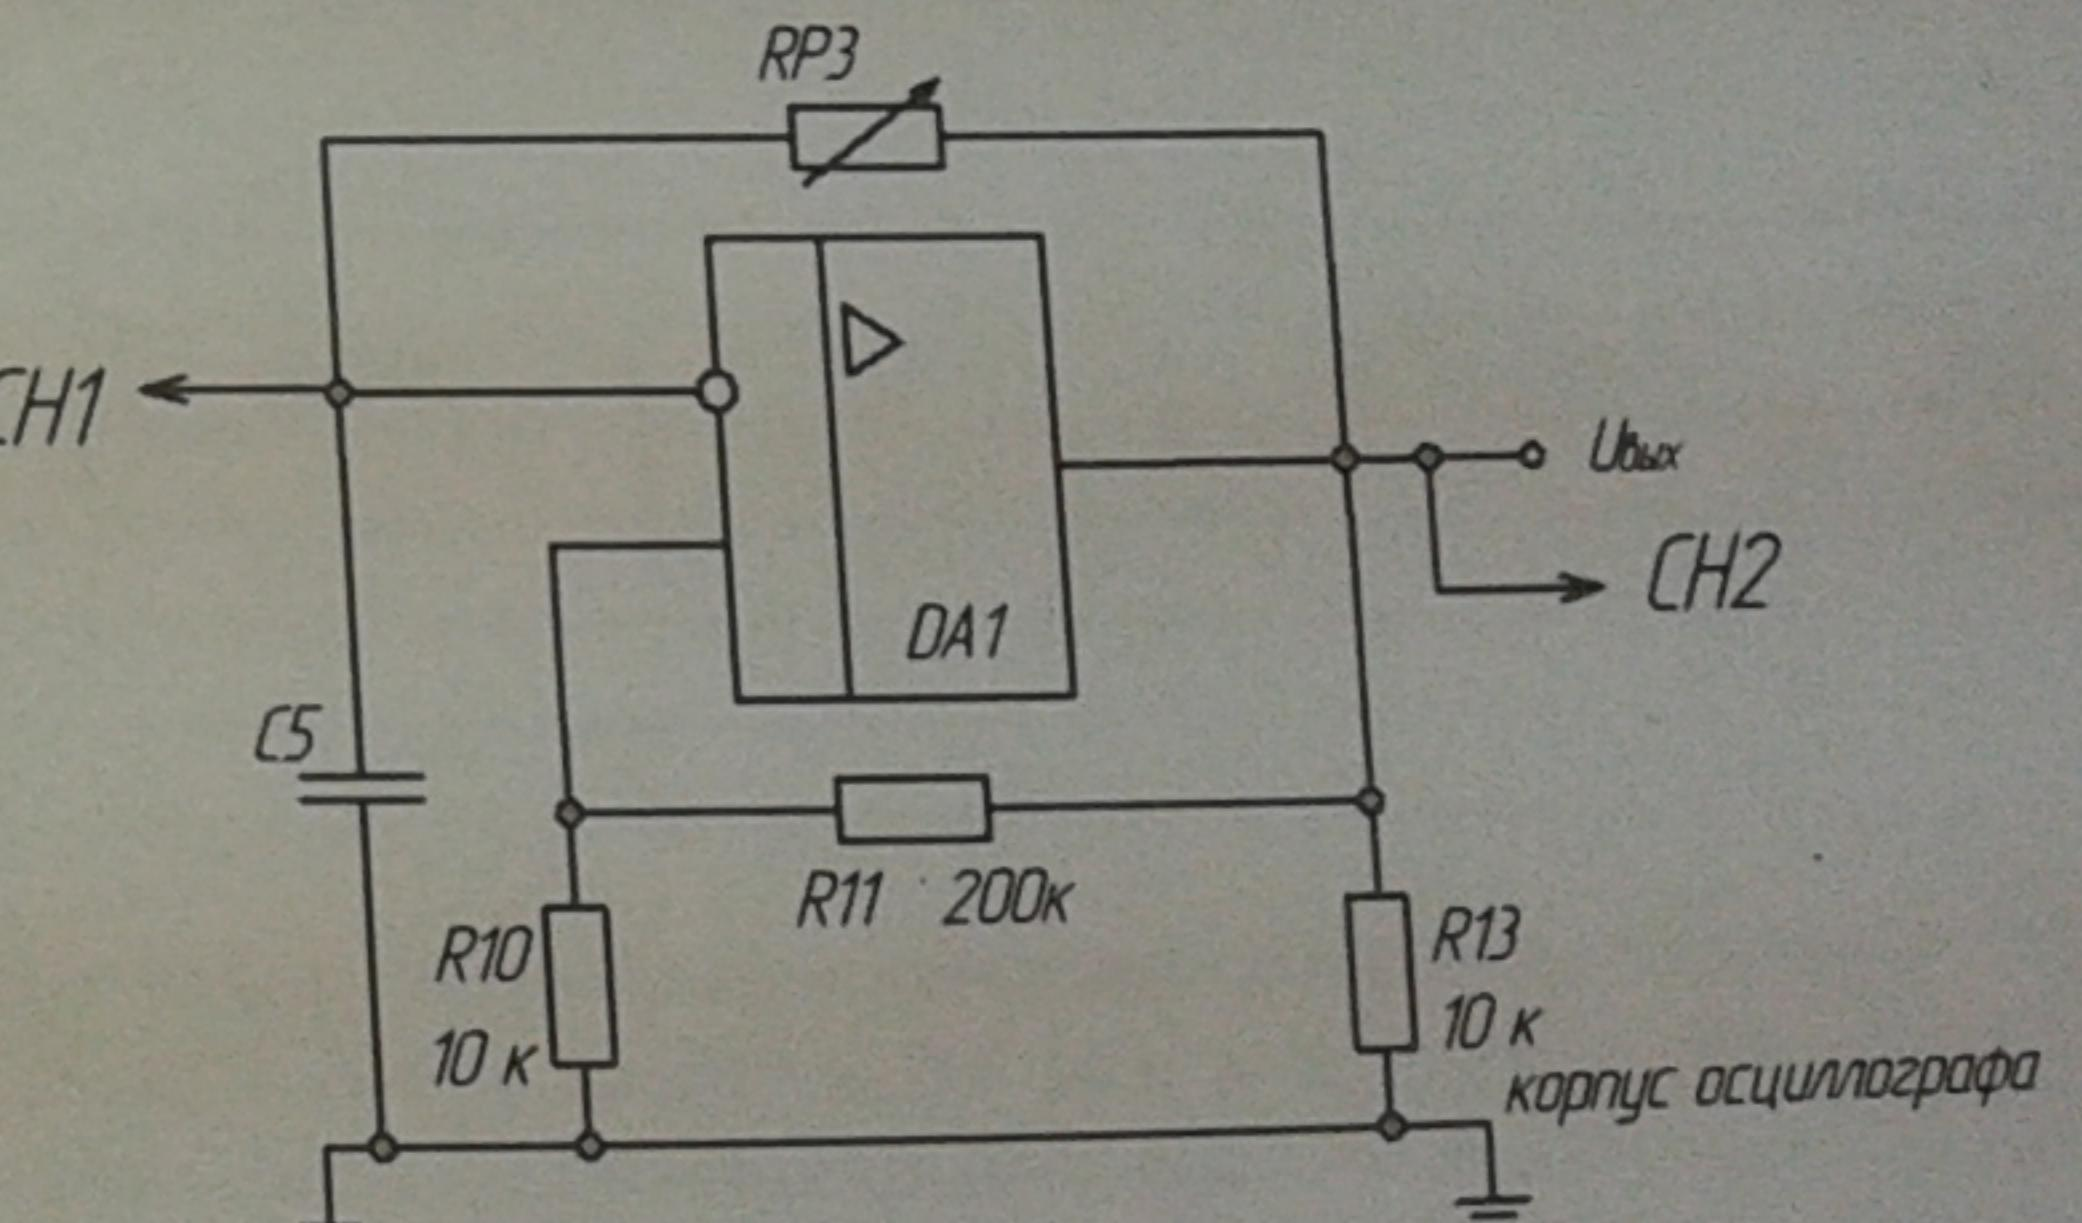

Рис. 1.
Нарисовать в масштабе временные диаграммы напряжений на выходе  $u_{out}$ , на инвертирующем входе  $u_c$  и неинвертирующем входе  $u_{oc}$  в схеме рис. 1.
- собрать схему мультивибратора (рис. 1), установить заданные преподавателем значения емкости конденсатора ( $C_5$  или  $C_6$ ) и сопротивления резистора  $RP_3$ ;